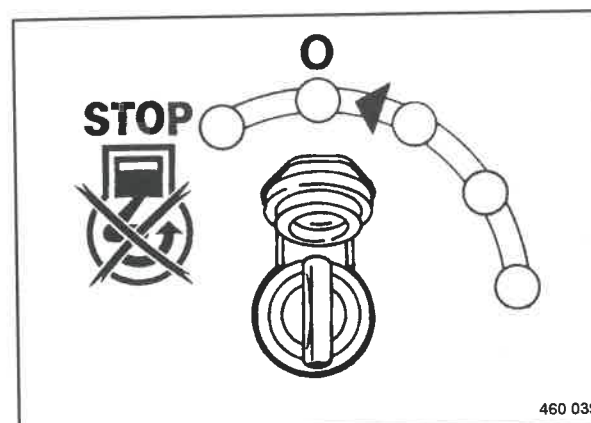

Fig. 65
- Girare l'interruttore di accensione (Fig. 65) in posizione zero e togliere la chiave di accensione.